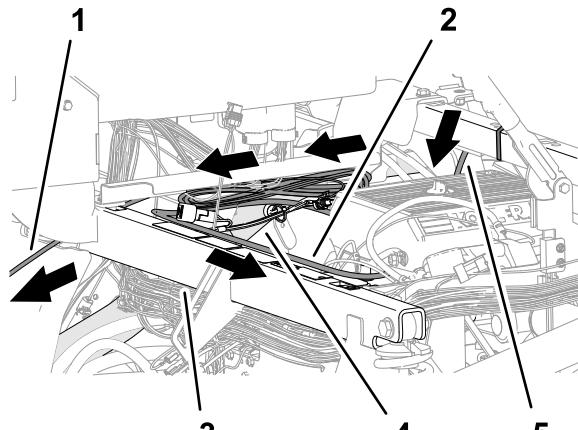

Figura 203
5. Disponete il cablaggio dati e il cablaggio della batteria sull'elemento trasversale per il supporto del sedile e fissate la diramazione di 390 cm del cablaggio dati all'elemento trasversale con 2 fascette per cavi (Figura 201 e Figura 203).
6. Disponete la diramazione di 220 cm del cablaggio della batteria lungo il tubo del telaio superiore destro (Figura 203).
7. Disponete la diramazione di 220 cm del cablaggio della batteria sul tubo di supporto dell'ammortizzatore verso la batteria (Figura 203).
8. Disponete la diramazione di 220 cm del cablaggio dati (la diramazione del cablaggio con il connettore a 26 prese) sotto la consolle di comando e in avanti, verso la plancia (Figura 203).